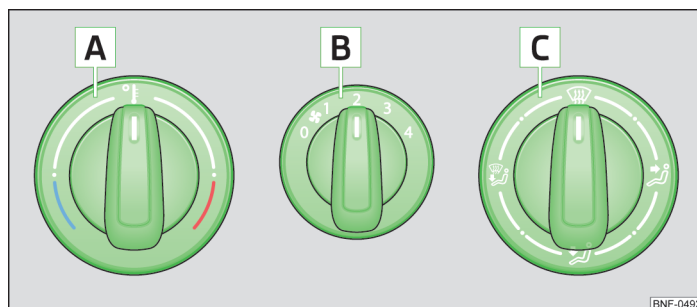

Fig. 64 Încălzirea: Elementele de comandă
- Rotiți regulatorul rotativ **A** » fig. 64 spre dreapta pentru a mări temperatura.
- Pentru pornirea ventilatorului, rotiți comutatorul ventilatorului **B** » fig. 64 în una din pozițiile de la 1 la 4.
- De la regulatorul pentru distribuția aerului **C** » fig. 64 reglați direcția curentului de aer » pagina 56, *Fantele de ventilație*. ▶